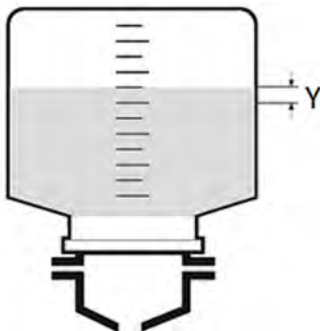

Рисунок 1.6 – Точная регулировка подачи масла
Точная регулировка (рис. 1.6)
• Через 10 ч работы насоса или более (чем больше период между измерениями, тем выше точность регулировки) следует снова определить, насколько изменился уровень масла в баке (Y) (рис. 1.6).